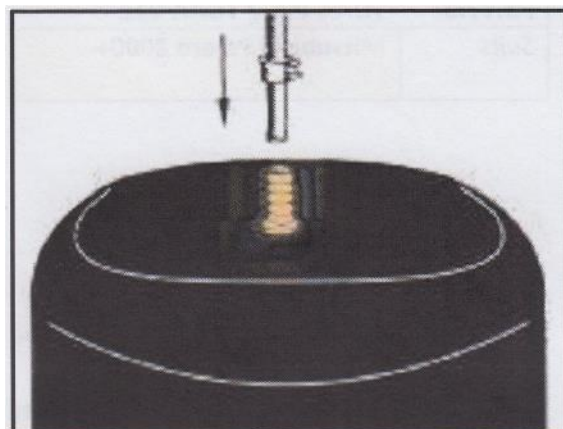

Рис. 5: Крепление шланга к пневмобаллону
7. Подсоедините воздушный шланг к пневмобаллону (рис. 5):